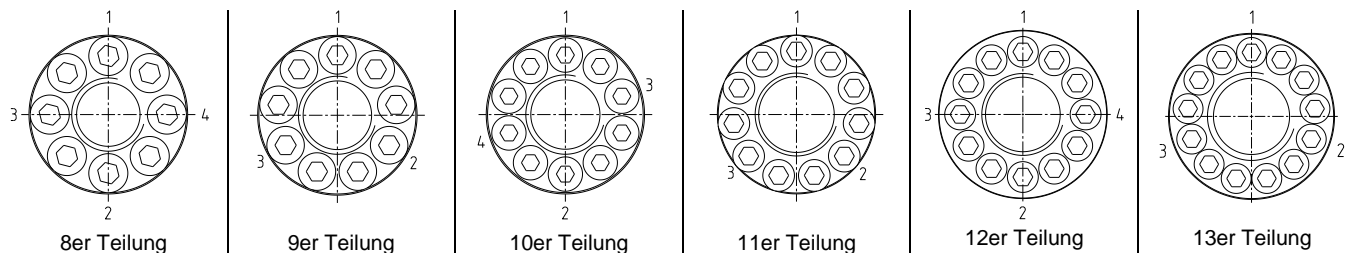

Bild 6: Anziehen der Druckschrauben
- Ziehen Sie die in Bild 6 gekennzeichneten Druckschrauben handfest an.
- Ziehen Sie diese Schrauben (Bild 6) mit dem halben Anziehdrehmoment nach Tabelle 2 und anschließend mit dem vollen Anziehdrehmoment aus Tabelle 2 an.